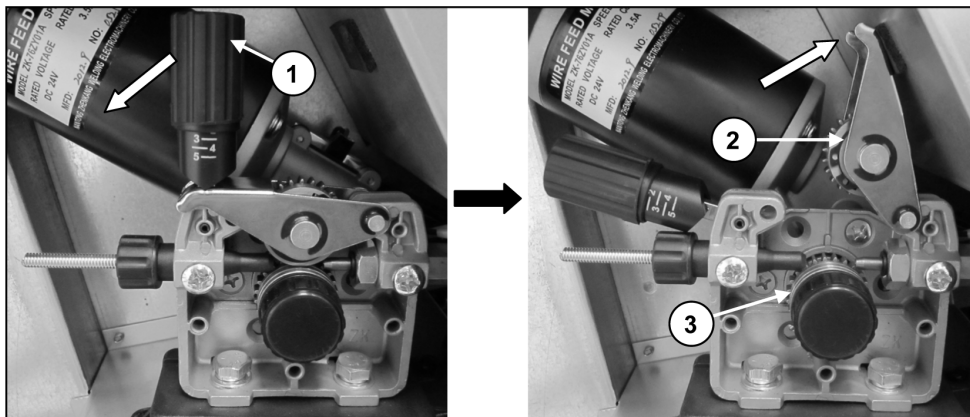

Рис. 7
3. Разблокируйте прижимной ролик механизма подачи проволоки, сместив влево регулятор давления. Поднимите кулису с прижимным роликом в верхнее положение (рис. 7).